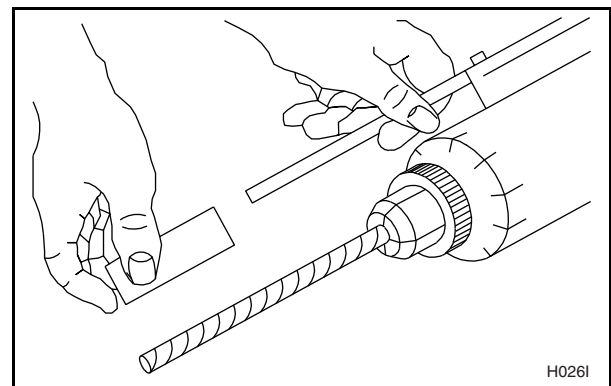

Figura 29
2. Ajuste el medidor de profundidad del taladro para que coincida con la longitud del perno en J, menos 38 mm (1-1/2 pulgadas). Vea la Figura 29.